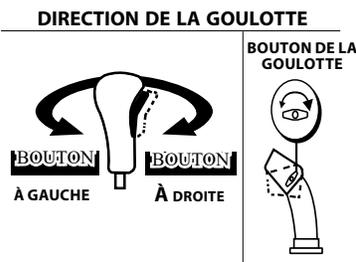

Figure 3-7
- Pour changer la direction d'éjection de la neige, pressez sur le bouton de la gâchette de la manette et faites pivoter la manette vers la droite ou la gauche. Voir Figure 3-7.